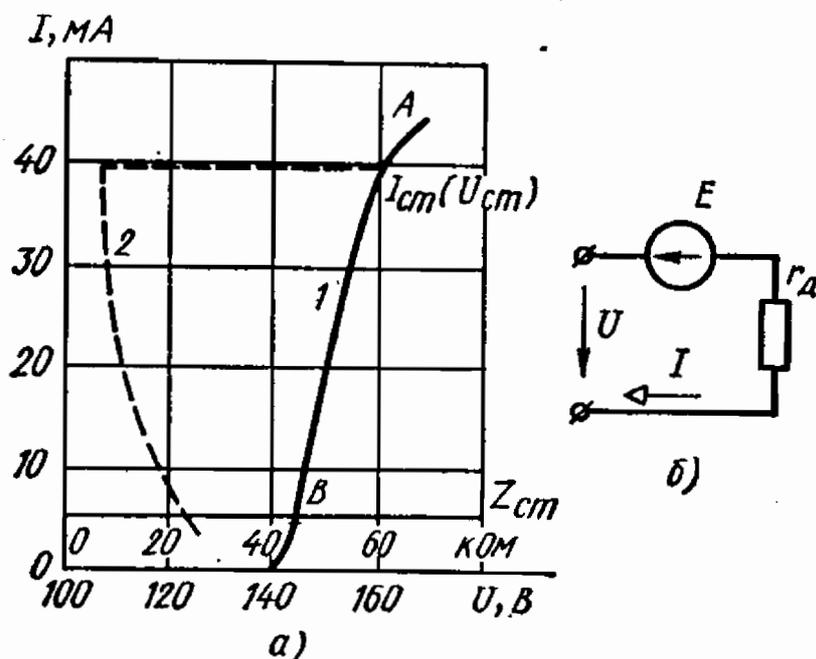
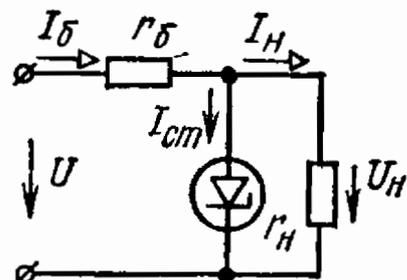
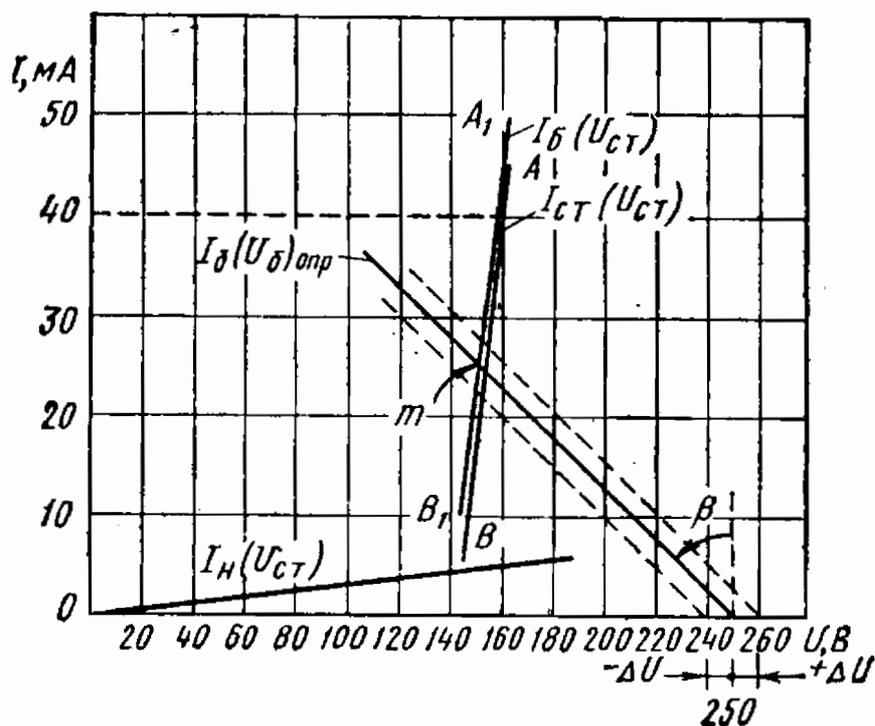

Рис. 2.10
Рис. 2.11
Рис. 2.12
2.10. На рис. 2.10, а приведена а. в. х. полупроводникового кремниевого стабилитрона—прибора, применяемого для стабилизации напряжения.
Решение. Зависимость статического сопротивления от тока дана на рис. 2.10, а (кривая 2). Сопротивление стабилитрона на этом участке уменьшается от 27 до 4,56 кОм.
Продолжение прямой АВ отсекает на положительной полуоси напряжений отрезок, определяющий э. д. с. $E = 142 \text{ В}$ фиктивного источника эквивалентной схемы (рис. 2.10, б).
2.11. Для получения стабилизированного напряжения $U_n = 150 \text{ В}$ на нагрузке $r_n = 30 \text{ кОм}$ параллельно ей (рис. 2.11) подключен стабилитрон, а. в. х. которого приведена на рис. 2.10, а.
Решение. Для графического решения на рис. 2.12 в масштабах $m_I = 5$ мА/см и $m_U = 20$ В/см построены прямолинейный участок AB ампер-вольтной характеристики стабилитрона (взято с рис. 2.10) и нагрузочная характеристика $I_n(U_{ст})$, проведенная через точку с координатами $I_n = 5$ мА и $U_n = 150$ В. В результате сложения ординат прямых $I(U_{ст})$ и AB получим прямую A_1B_1 , являющуюся участком ампер-вольтной характеристики $I_б(U_{ст})$.
Пересечение прямой $I_6(U_6)_{\text{опр}}$ с прямой A_1B_1 определяет ток $I_6 = 25$ мА и напряжение на стабилитроне $U_{\text{ст}} = 150$ В (точка m на рис. 2.12). При изменении входного напряжения на ± 10 В напряжение на стабилитроне изменяется на $\Delta U_{\text{ст}} = \pm 1$ В (см. прямые, параллельные прямой $I_6(U_6)_{\text{опр}}$).
2.16. Для стабилизации напряжения по схеме рис. 2.11 используется полупроводниковый кремниевый стабилитрон, линейный участок а. в. х. которого приведен на рис 2.16. Точкам A и B